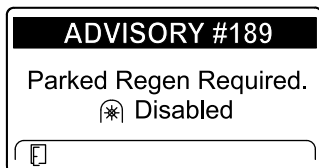

Figura 54
- Si no se realiza la regeneración con la máquina aparcada en un plazo de 2 horas, el InfoCenter muestra ADVISORY #189 (Aviso n.º 189) solicitando la regeneración con la máquina aparcada e indicando la desactivación de la toma de fuerza (Figura 54).